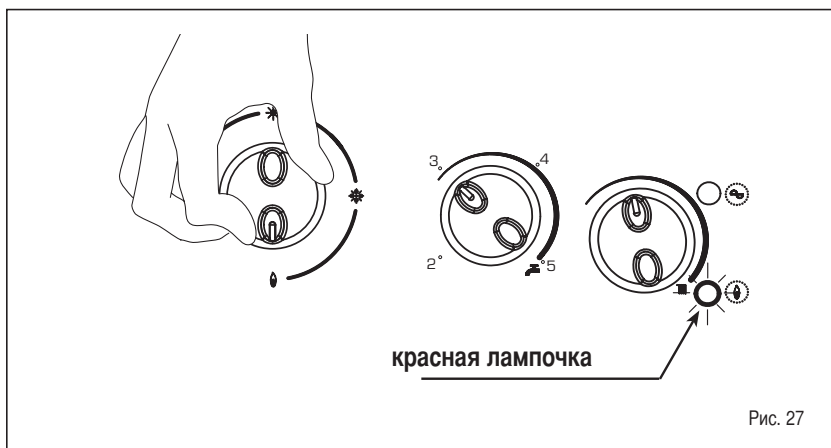

Рис. 27
– Блокировка накала / включение защитного термостата (рис. 27)